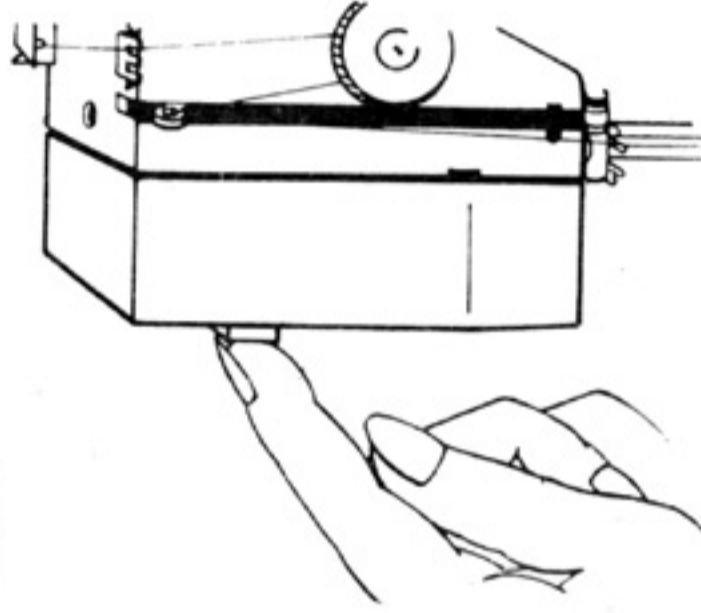

Рис. 5
6. Включение освещения (рис. 5)